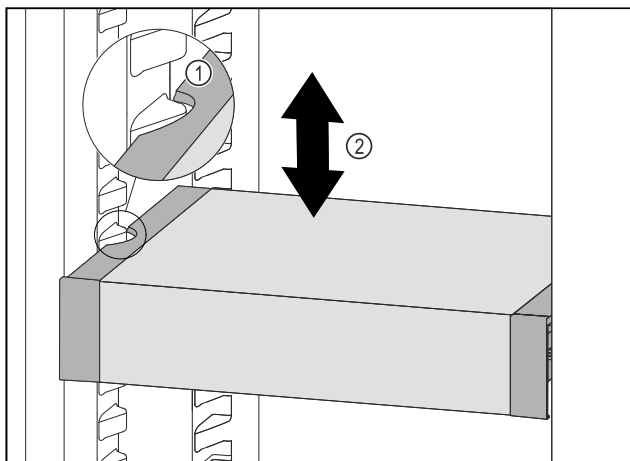

Fig. 100
- Tërhiqni VarioSafe për nga përpara, derisa foletë anësore të VarioSafe të jenë në lartësinë e brinjëve të kutisë në pjesën e ftohjes. Fig. 100 (1)
- Lëvizni VarioSafe për lart ose për poshtë në pjesën e ftohjes, derisa të arrihet lartësia që dëshironi. Fig. 100 (2)